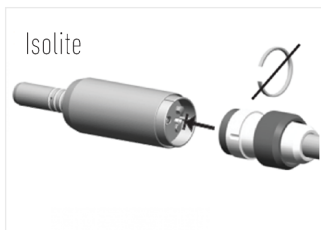

FIG. 3
2. Placera motorn och dess patentskyddade slang (utan ringen som medföljer slangarna REF. 1600120-001 och REF. 1600315-001) såsom visas i (FIG. 3). Vrid den för att hitta det exakta läget och tryck in den i motorn.